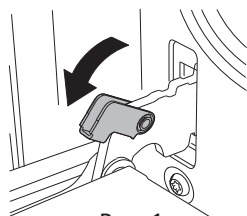

Рис. 1
1. Полностью откройте дверцу духового шкафа, а затем откиньте блокировочный рычаг против часовой стрелки (рис. 1).